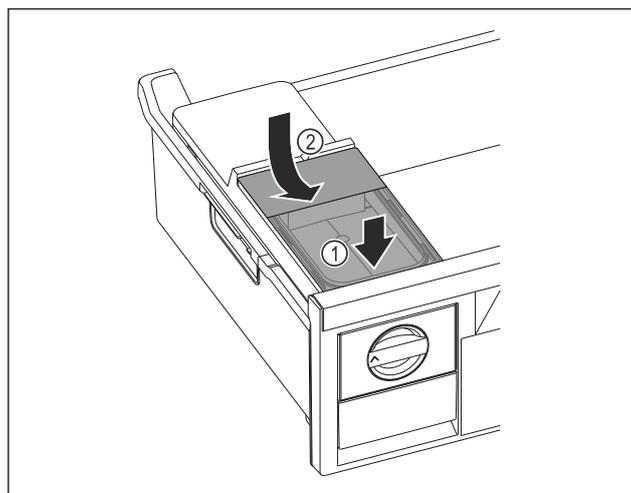

Fig. 124
- ▶ Nádržku na vodu nasadíte vpred. Fig. 124 (1)
- ▶ Nádržku na vodu spustíte vzadu. Fig. 124 (2)